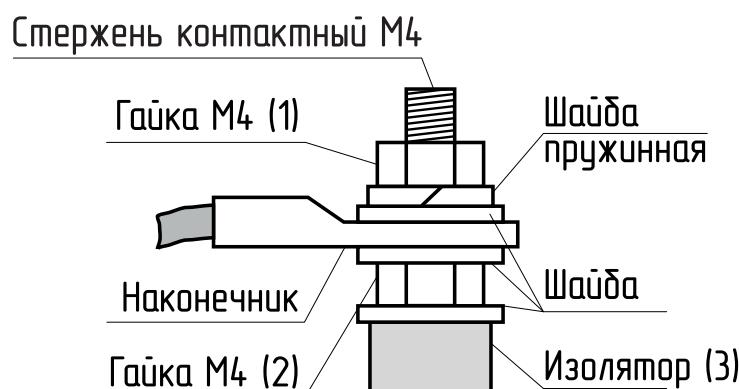

Рис.8 Присоединение проводов к выводам блок ТЭН
6.7. При замене блок ТЭН присоединение фазных проводов к выводам блок ТЭН производить согласно Рис.8. Сечение кабеля указано в табл.1.
Внимание! При закручивании гайки M4 (поз.1 Рис.8) во избежание короткого замыкания, при повреждении изоляции (поз.3 Рис.8) и последующего выхода из строя блока ТЭН необходимо зафиксировать (рожковым) гаечным ключом гайку M4 (поз.2 Рис.8). Затяжку гайки M4 (поз.1 Рис.8) производить с усилием 1,8 Нм.